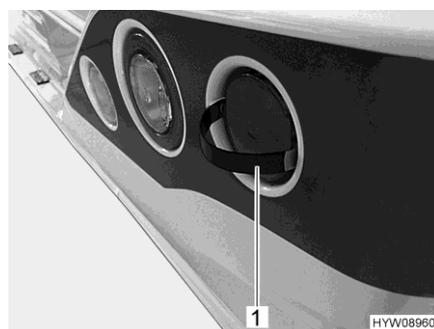

Fig. 156 Retirer le couvercle
- Introduire les languettes de verrouillage de l'outil fourni (Fig. 156,1) comme illustré à côté du couvercle.